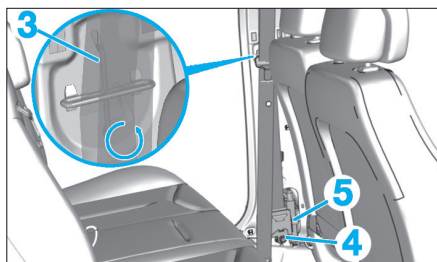

Fig. 18
- Dégager le guide (3) suivant la flèche (Fig.18).
- Déposer la vis (4).
- Débrancher le connecteur (5).